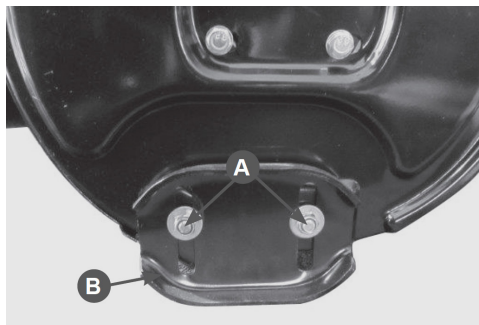

Рис.25 Регулировка высоты забора снега
2. Ослабьте гайки крепления полозков (А), Рис.25) и установите полозки (В) на необходимую высоту. Снова затяните гайки.